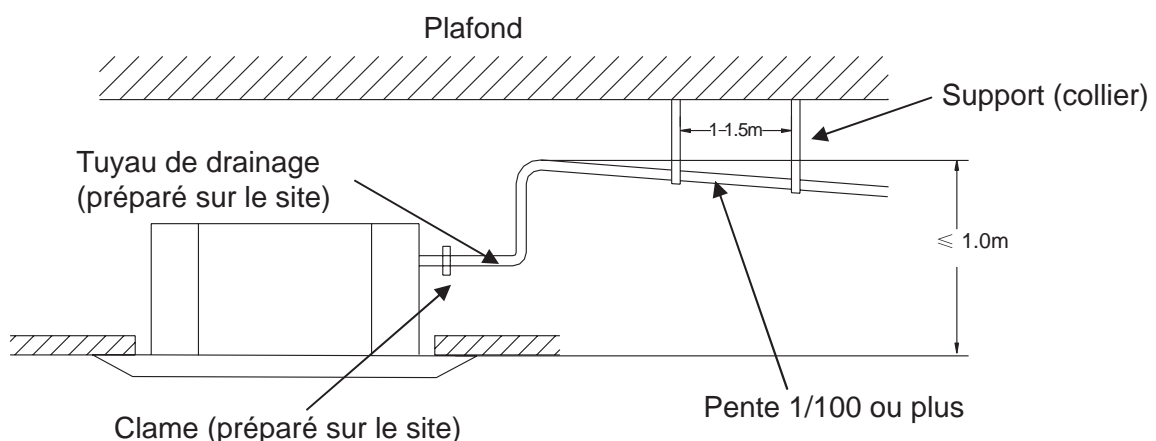

Figure 11
1. N'élevez pas le tuyau de vidange (drainage) à plus d'un mètre car cela risquerait de causer des fuites .(Fig.11)
2. Assurez-vous que le tuyau de vidange à une pente vers le bas (pas moins de 1/100) et qu'il n'y pas de rétention d'eau (Figure 11).
3. Pour retenir le tuyau de vidange, espacez un collier tous les 1 m à 1,5 m. (Figure 11)